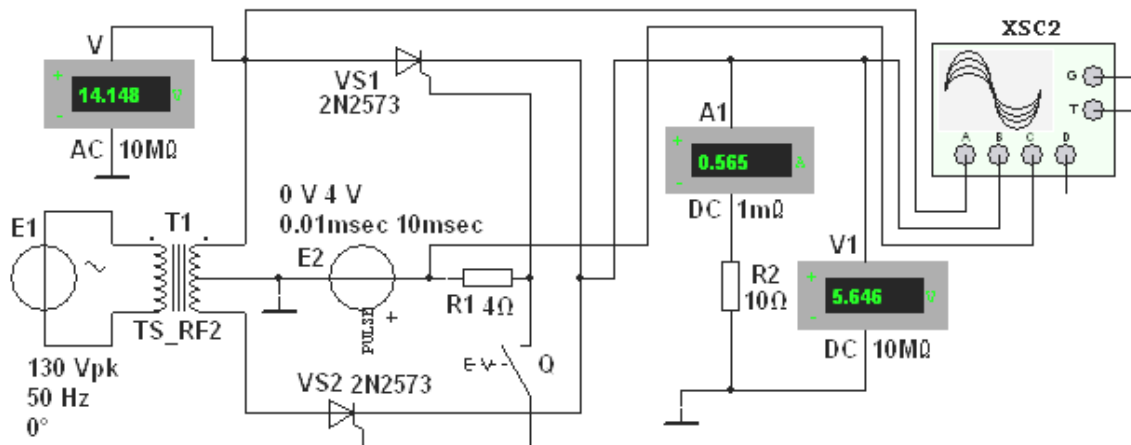

Рис. 6.12
Пункт 3) Задание 3. Собрать схему однофазного управляемого выпрямителя со средней точкой (рис. 6.12) или **открыть** файл **6.12.ms10**, размещённый в папке с лабораторным заданием. Схема содержит источник синусоидального напряжения **E1**; трансформатор **T1** со средней точкой; два тиристора **VS1** и **VS2**; источник **E2** с регулируемым временем задержки t_3 (**Delay Time**) управляющих импульсов для отпирания тиристоров (задана длительность импульсов (**Pulse Width**) $t_u = 0,2$ мс и период (**Period**) $T = 10$ мс); приборы для измерения и наблюдения за изменениями электрических величин; нагрузочный резистор **R2**.
- **установить** параметры компонентов схемы, указанные на рис. 6.12;
- **скопировать** изображение схемы (рис. 6.12) на страницу отчёта;